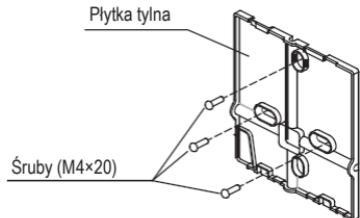

Rys. 3-4
- Wsunać śrubokręt płaski w szczeliny w dolnej części sterownika przewodowego (2 miejsca) i zdjąć jego górną część (Rys. 3-4).